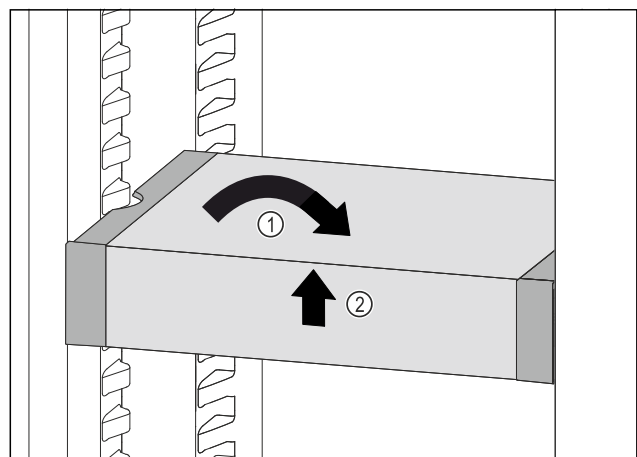

Fig. 75
- ▶ VarioSafe recht zetten. Fig. 75 (1)
- ▶ VarioSafe aan voorkant optillen. *Fig. 75 (2)*